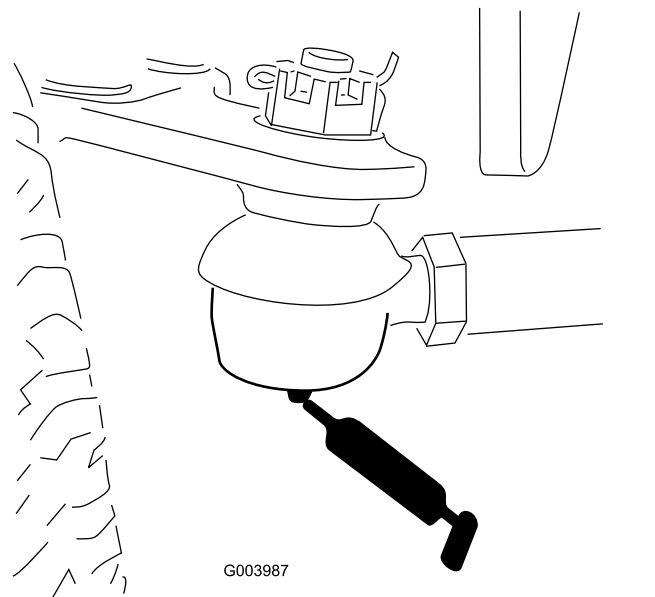

Figura 45
- Tirante del ponte posteriore (2) (Figura 45)